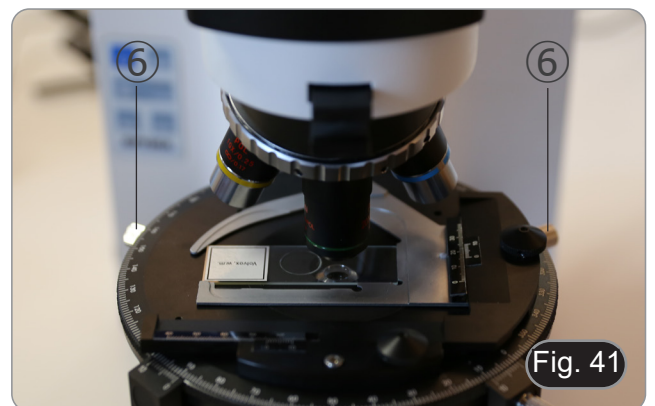

Fig. 41
7. Utilize os parafusos de centragem da platina ⑥ para deslocar a peça diametralmente oposta ao círculo descrito. O deslocamento deve ser de cerca de metade do diâmetro do círculo descrito. (Fig. 41)